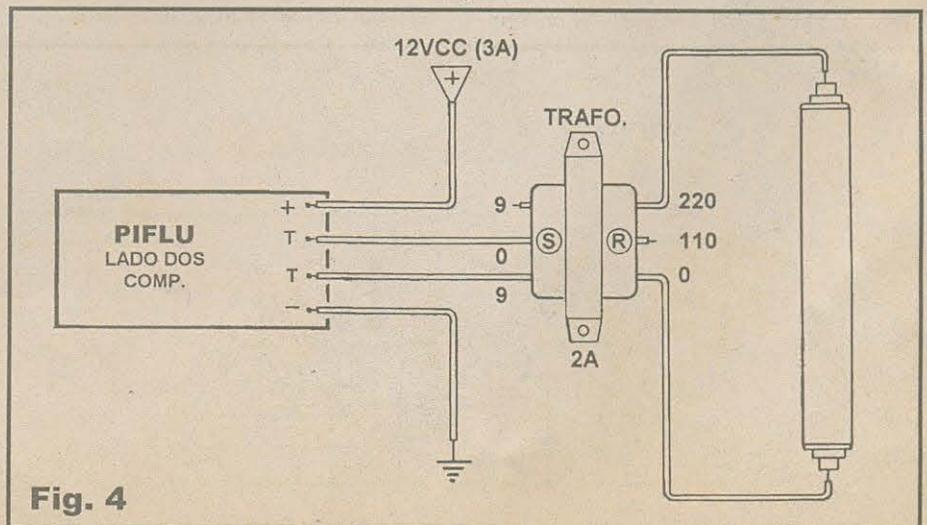

Fig. 4
- FIG. 4 - CONEXÕES EXTERNAS À PLACA - DIAGRAMA BÁSICO DE INSTALAÇÃO... - Um componente (conforme já foi dito...) do circuito fica fora da placa: o transformador. Observar que no seu lado de *secundário* - S - (o que mostra fios de cores *iguais* nos extremos) tem o cabinho central e *um* dos extremos levados aos pontos T-T do impresso. O *outro* fio extremo do *secundário* fica sem ligação, podendo ser cortado rente... Convém que o *trafo* se localize próximo à placa, de modo a simplificar as conexões e manter as coisas com acabamento profissional, sem aqueles desajeitados *fiozões* pendurados e emaranhados, que enfeiam a montagem e levam a futuros problemas de instalação, manutenção e funcionamento... No lado do *primário* - P - (três fios de cores diferentes entre si...), apenas os cabinhos extremos são utilizados (o central pode ser cortado rente, já que não é usado...), devendo ser levados por fios isolados flexíveis no necessário comprimento, até as *chupetas* de encaixe aos pinos da lâmpada fluorescente... A PROPÓSITO: os dois pinos/terminais de cada uma das duas *chupetas* podem ser colocados em *curto*, já que o PIFLU não faz transitar energia